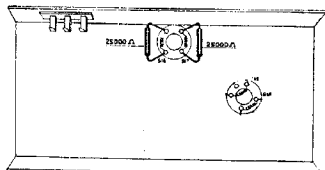

Fig. 3
5. S16 shunten met een weerstand van 25000 ohm (zie fig. 3).
7. De dempingsweerstand nu over S17 aansluiten (zie fig. 3).